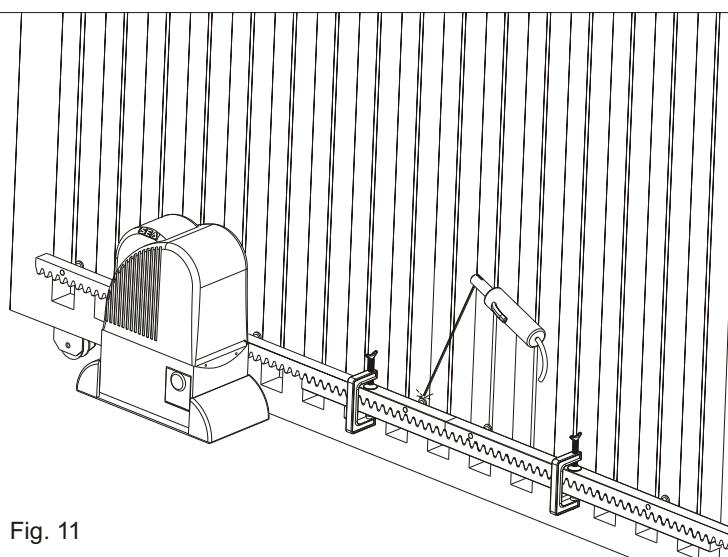

Fig. 11
**6.5.** controlar que todos los elementos de la cremallera resulten perfectamente alineados y posicionados correctamente (dentados en fase). Se aconseja contraponer entre dos elementos sucesivos un tercer elemento como se indica en la Fig. 11.